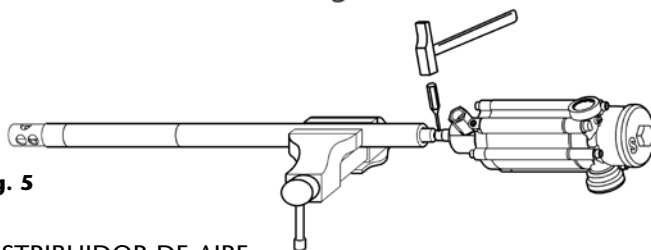

Fig. 5
4. Quite el pasador con un botador y desenrosque el eje de conexión hasta soltarse (fig. 5).